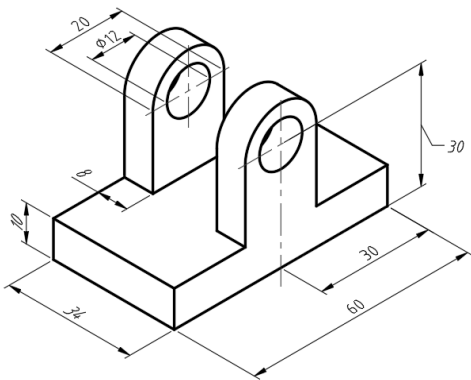

图 10-51 练习题完成的等轴测图
- (7) 按照图 10-51 所示的尺寸和参考等轴测图进行等轴测图上机操练。